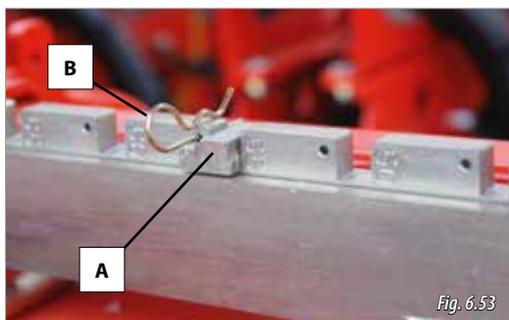

Fig. 6.53
Para regular la separación entre las filas, deberá posicionar los **6 topes de apertura entre filas** (A, Fig. 6.53) a la distancia deseada que marquen las astas de los elementos (astas de color ROJO, Fig 6.52). Para regular la distancia entre las hileras proceder como se indica a continuación:
- 1- Sacar el pasador (B, Fig. 6.53).
- 2- Retirar el tope de apertura (A, Fig. 6.53).